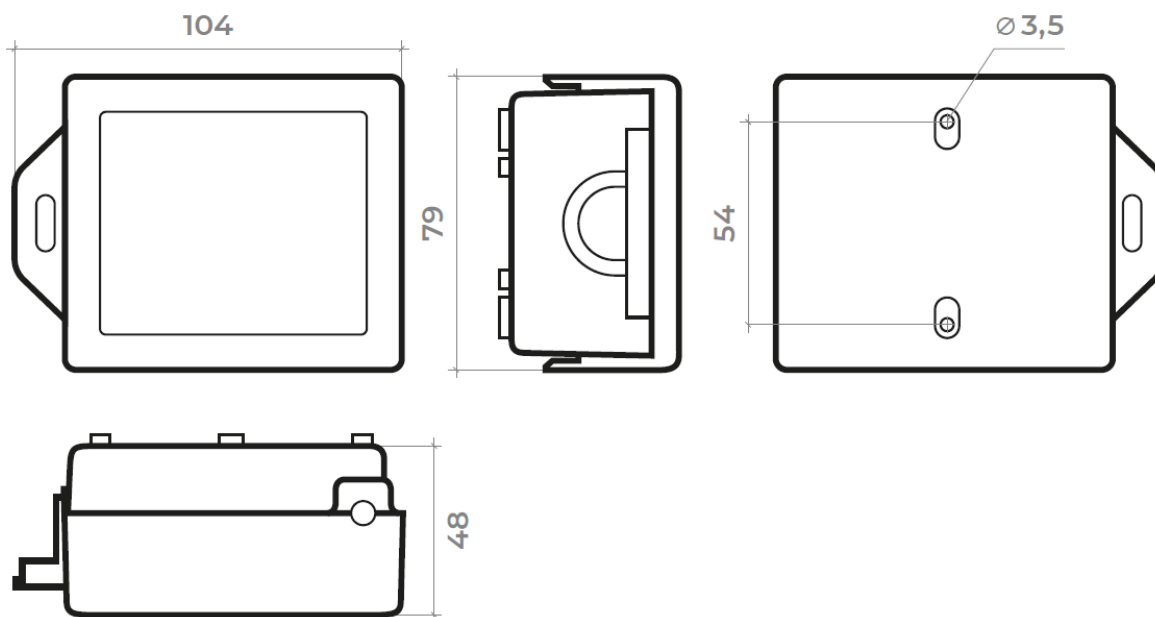
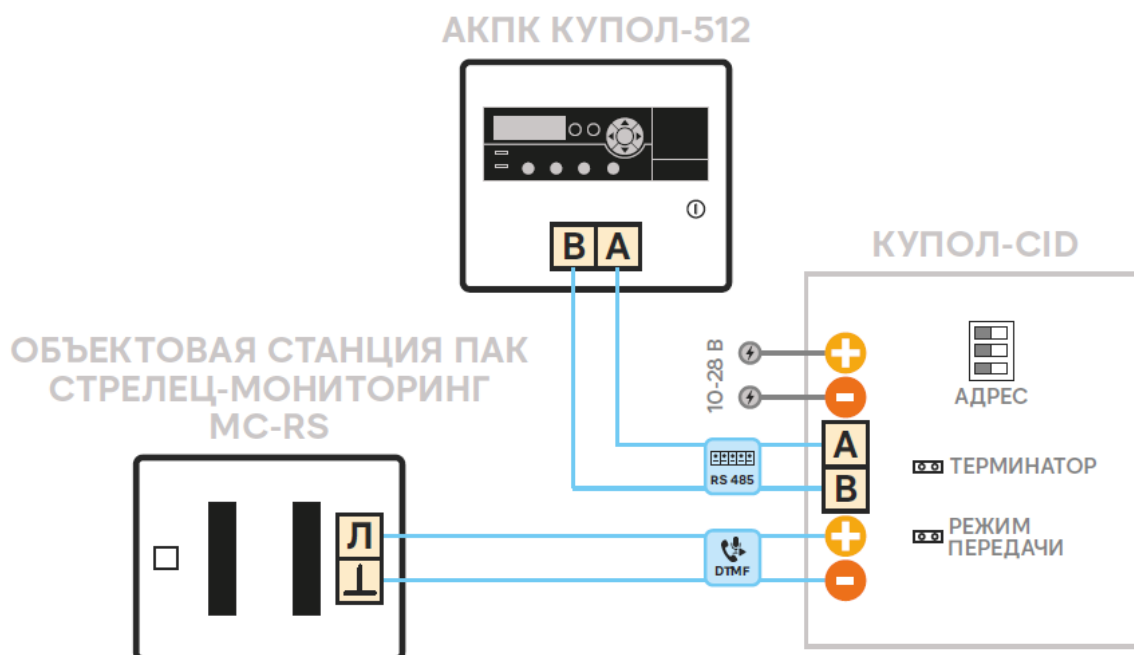

Рис.1. Габаритные и установочные размеры адаптера.
Рис. 2. Схема подключения адаптера.
2.1.1. Габаритные и установочные размеры адаптера показаны на рис.1, принципиальные схемы подключения - на рис.2.
2.1.2. Проложить провода согласно проекту. Установить адаптер, руководствуясь установочными размерами и схемой подключения рис.1,2.
2.1.3. Подключить адаптер к линии связи с АКПК (RS-485) и к блоку питания (рис.2). Подключить «терминатор», установив на плате адаптера джампер "END". При установке в линии нескольких внешних устройств «терминатор» устанавливается на самом дальнем от АКПК устройстве, на остальных устройствах в линии джампер "END" удалить.